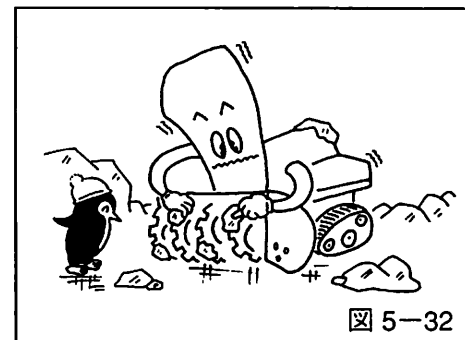

図 5-32
1. オーガケース内とブロワ部分の雪や氷などを丁寧に取除いてください。(図5-32参照)